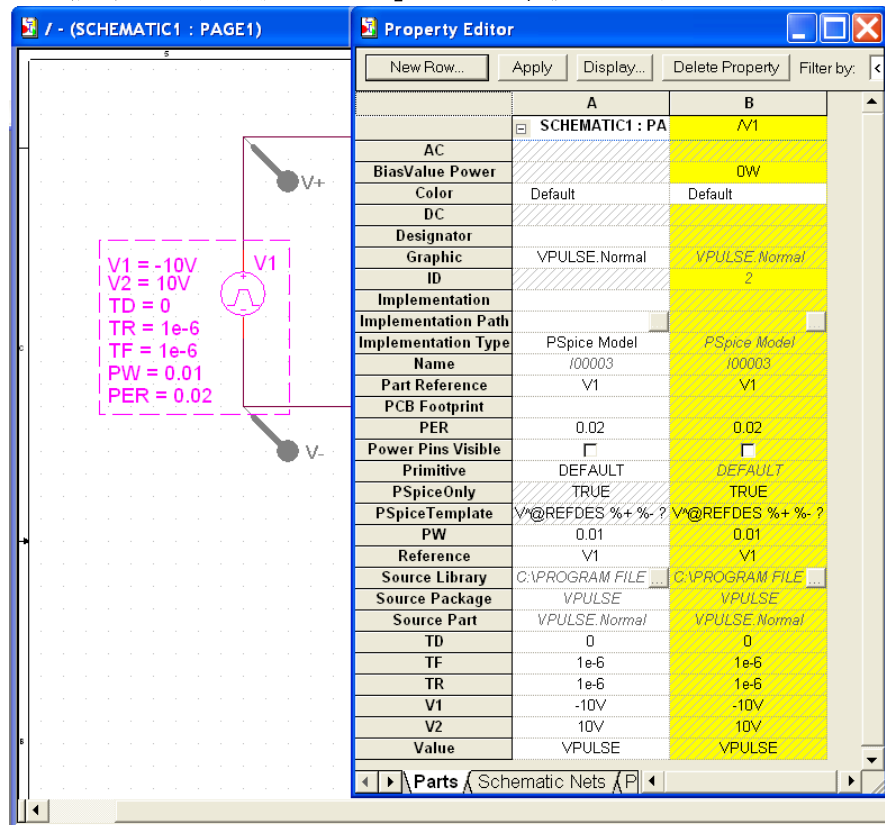

图 45. 修改脉冲方波的 Properties
2) 修改脉冲方波的 Properties, 使它与图 45 相同.